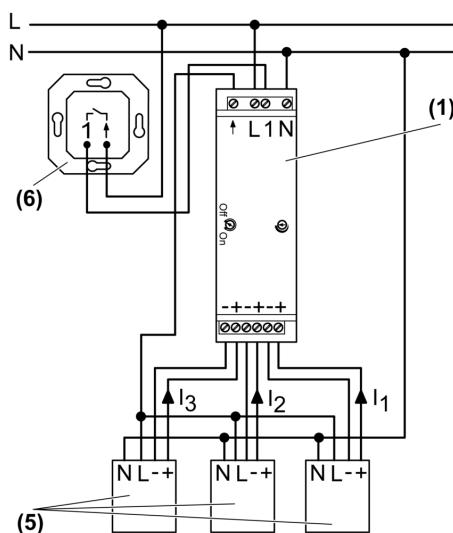
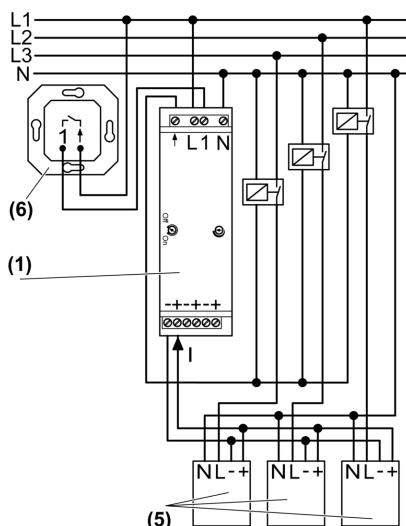

Bild 2: Anschlussplan einphasig
Bild 3: Anschlussplan dreiphasig
(1) Steuergerät
(5) Lampen-Betriebsgerät mit 1-10 V Schnittstelle, EVG
(6) Installationstaster, Schließerkontakt
**i** Die maximale Anzahl Lampen-Betriebsgeräte, die von dem Steuergerät gesteuert werden können, errechnet sich aus der Summe der Steuerströme I1 + I2 + I3 (Bild 2) bzw. I (Bild 3) (siehe Kapitel 6.1. Technische Daten). Für den Steuerstrom der Lampen-Betriebsgeräte, siehe Angaben der Hersteller.
- Steuergerät gemäß Anschlussplan einphasig (Bild 2) bzw. gemäß Anschlussplan dreiphasig (Bild 3) anschließen.